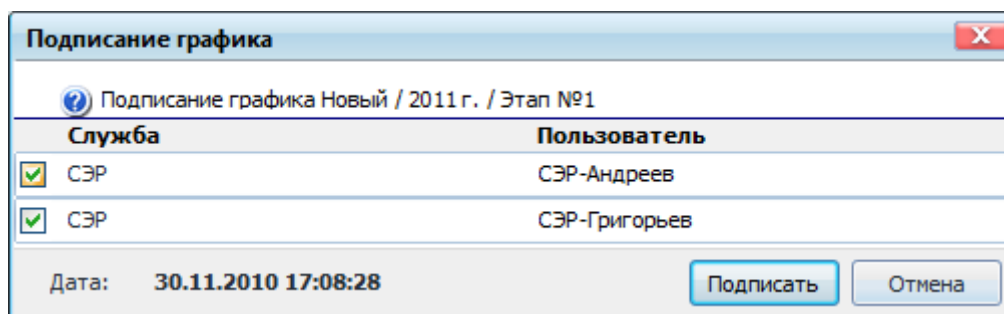

Рисунок 10.183 – Подписание за других пользователей
- если этап маршрута состоит из нескольких элементов, то на форме отображается список пользователей / служб всех элементов этапа. Пользователю, обладающему правом «Право подписи за другого», необходимо поставить флаг напротив тех пользователей / служб, за которых он поставит подпись (Рисунок 10.183);